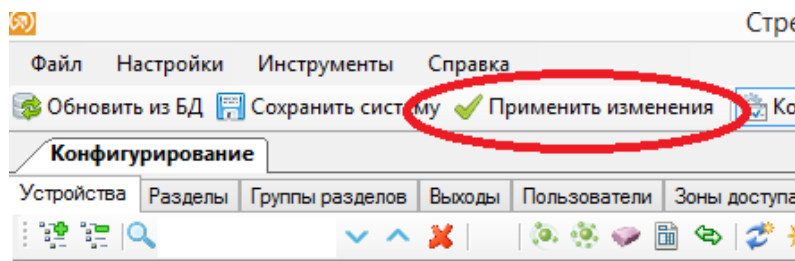

Рисунок 3.7
3.2.3.8 Нажать зеленую галочку в панели вкладок "Применить изменения" (см. Рисунок 3.7).